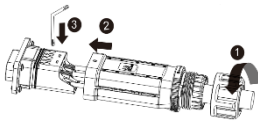
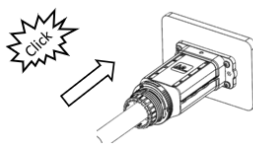

Fig. 11 : Raccordement des fils
Fig. 12 : Installation du couvercle
- Faire passer le câble configuré à travers l'écrou et le couvercle (Fig. 11 / Pos. 1 & 2) et le fixer au bornier (Fig. 11 / Pos. 3) avec la clé Allen fournie [$\text{K} \times \text{A}_3 / \text{mm} 4,0 \text{ Nm}$].
- Repousser le couvercle (Fig. 11, Pos 3) sur le connecteur pour que son trou soit visible (Fig. 12).